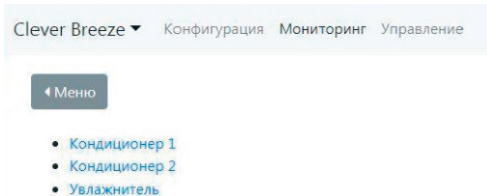

Рисунок 31 – Список добавленных устройств
7.1.5 После добавления контроллеров кондиционеров и увлажнителей в систему мониторинга они станут доступны на вкладке «Мониторинг» (рисунок 31).